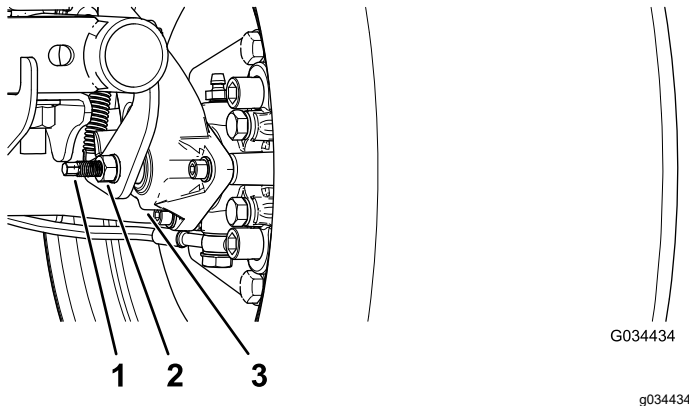

Figure 55
3. Utilisez 2 clés, une pour maintenir le tenon de réglage en place sur l'étrier et l'autre pour desserrer l'écrou de blocage de 1/4 de tour (Figure 55).
4. Tout en maintenant le tenon de réglage et l'écrou de blocage en place, tournez le tenon pour le serrer (Figure 55).
5. Tout en maintenant le tenon de réglage et l'écrou de blocage en place, tournez le tenon en arrière de 1/4 de tour (Figure 55).
6. Tout en maintenant le tenon de réglage et l'écrou de blocage en place, serrez l'écrou de blocage (Figure 55).